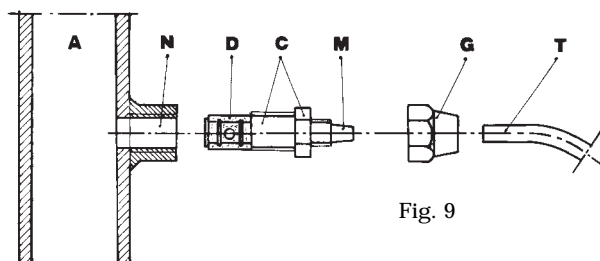

Fig. 9
g. - Applicare sulla condotta dell'impianto da trattare, nel punto più idoneo per effettuare l'iniezione del prodotto da dosare, un raccordo da 3/8" gas femmina. Tale raccordo è escluso dalla fornitura. Avvitare la valvola di iniezione nel raccordo utilizzando come guarnizione del Teflon Fig. 9. Connettere il tubetto all'attacco conico della valvola d'iniezione e bloccarlo con l'apposita ghiera G. La valvola di iniezione è anche valvola di non ritorno.
3.1 - SCHEMA DI MONTAGGIO VALVOLA DI INIEZIONE Fig. 9